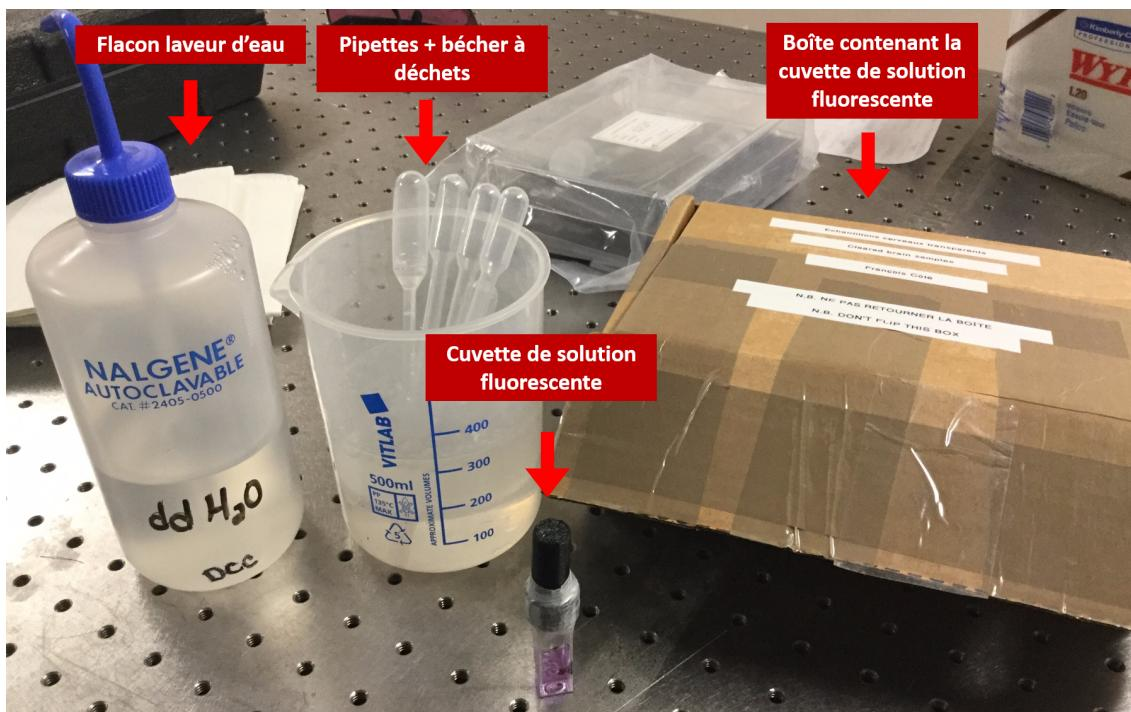

Figure 15 – Substances à utiliser pour l'alignement de la caméra
3. Sortir la cuvette de *solution fluorescente* (voir figure 15).